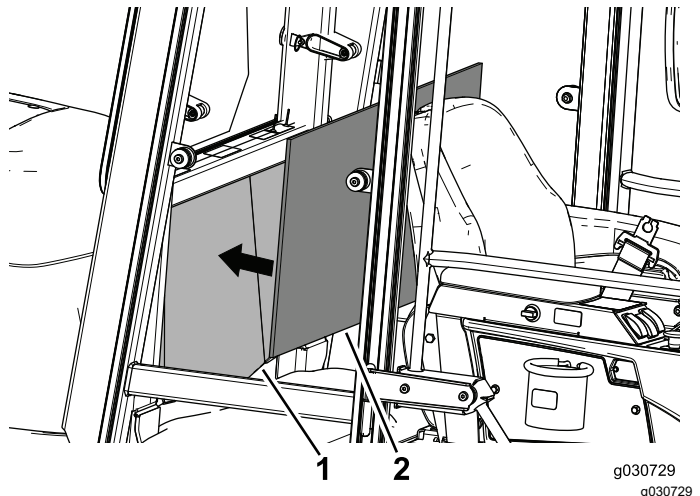

Bild 32
2. Fluchten Sie die Polsterplatte mit der Mitte der hinteren Platte in der Kabine aus, um die Passform und Positionierung zu prüfen (Bild 32).